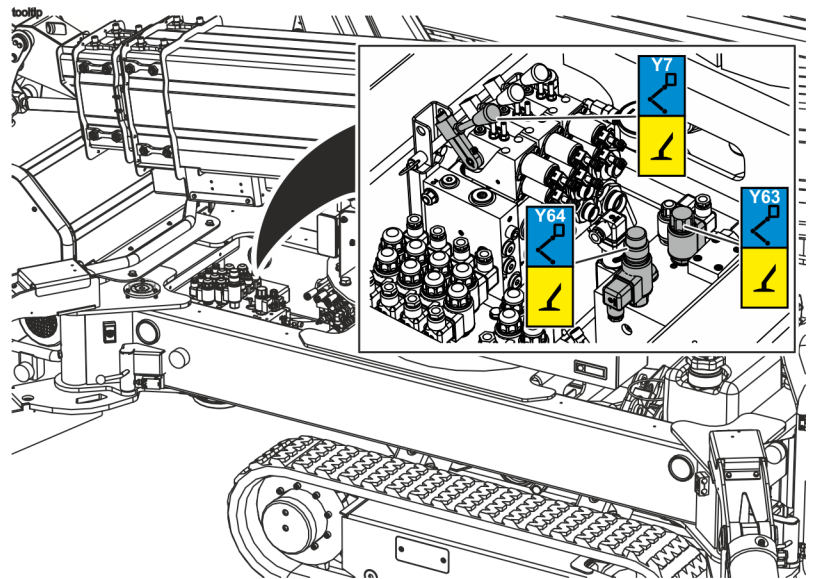

Abb. 179: Ventile Stützen
Nach dem Notbetrieb das Ventil (Abb. 179/Y7) loslassen.
11. Das Freigabeventil (Abb. 179/Y63) vollständig eindrehen und das Druckbegrenzungsventil (Abb. 179/Y64) vollständig herausdrehen.
- Sicherstellen, dass für den Normalbetrieb die Ventile (Abb. 179/Y63, Y64 und Y7) in Grundstellung stehen.